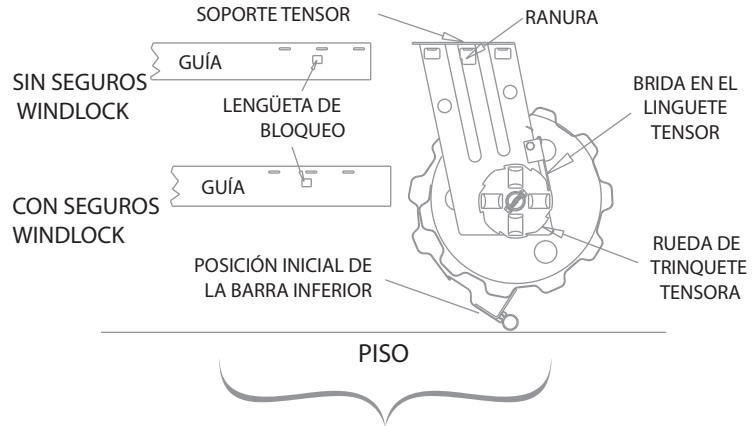

FIGURA 3
- En el extremo tensor de la puerta, levante la brida del linguete tensor hasta que el extremo del linguete eleve la rueda de trinquete tensora. Haga girar el soporte para ubicar el extremo del tramo corto hacia arriba. Suelte la brida del linguete y deje que el extremo se enganche con el diente más próximo en la rueda de trinquete. **Consultar figura 3.**